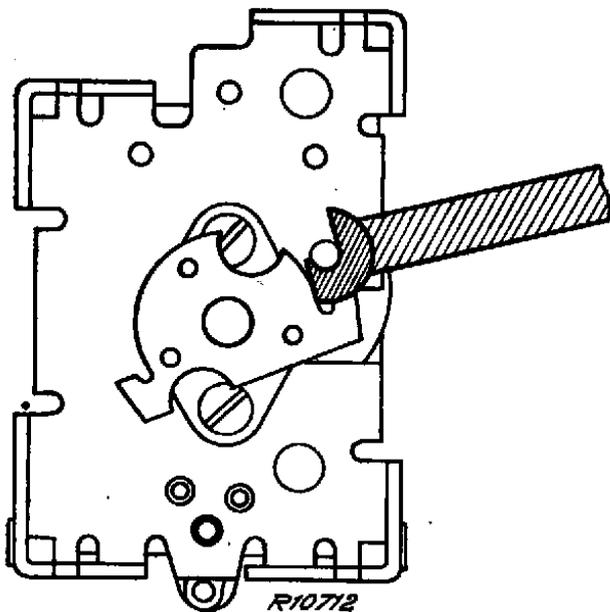

Fig. 7
2. Fixer le gabarit de 15° (voir la fig. 7) et tourner avec précaution le condensateur variable contre le gabarit.